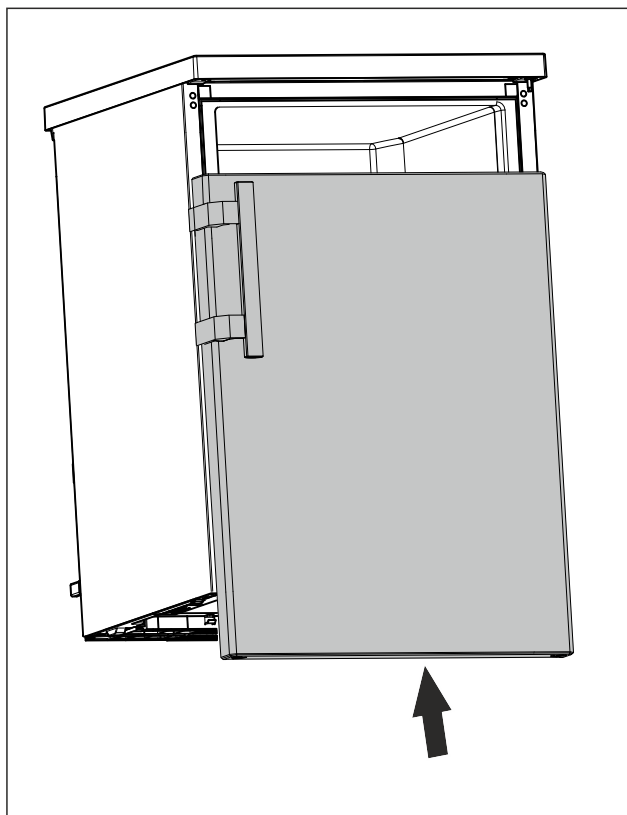

Fig. 23
- ▶ Nasuňte dvere v zatvorenom stave na horný čap. (pozri Fig. 23)